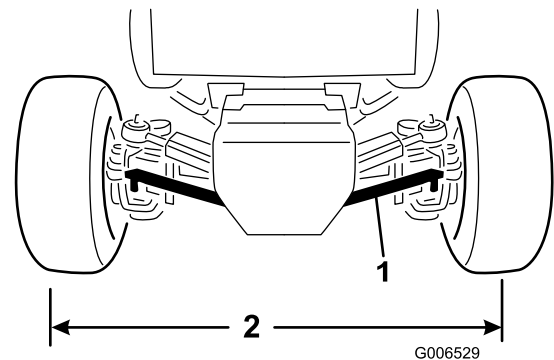

Figure 58
2. Déposez les écrous de fixation d'une des rotules de biellette au support de montage sur le pont et dissociez la rotule du pont (Figure 58).
4. Tournez la rotule de biellette dans un sens ou dans l'autre jusqu'à ce que l'entraxe soit égal à l'avant et à l'arrière des roues arrière (Figure 58).